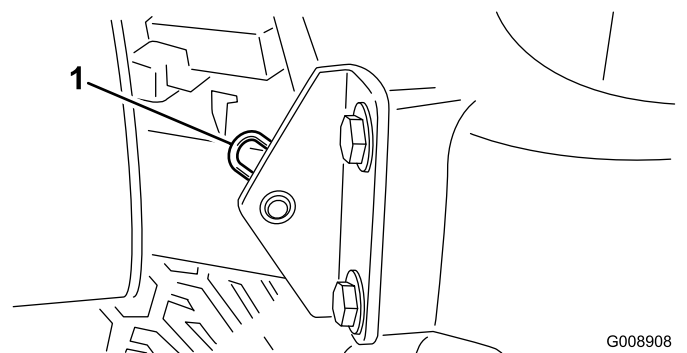

図 46
2. フードのピボット部をブラケットに固定しているヘアピンコッターを抜き取る 図 46。